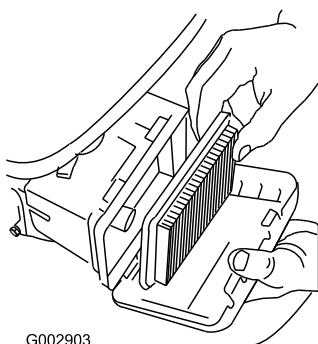

Figura 18
3. Retire el filtro de aire (Figura 18).